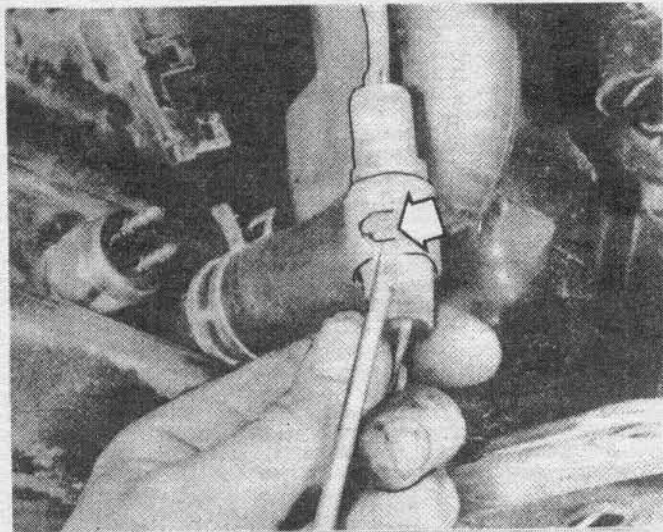

Рис. 4.6 Штекер двигателя вентилятора расположен в непосредственной близости от двигателя. Подденьте защелку (стрелка) и отсоедините провода.
5. Разъедините штекер электродвигателя вентилятора (см. рис. 4.6).